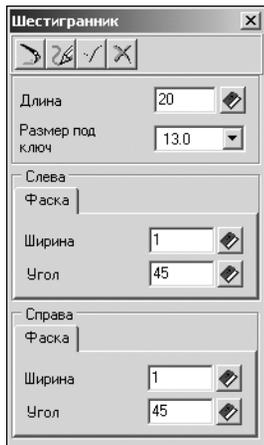

Рис. 4.39.
1. Нажмите кнопку **Шестигранник**, расположенную в меню **Простые ступени** инструментальной панели внешнего контура. Откроется одноименное командное окно (рис. 4.39).